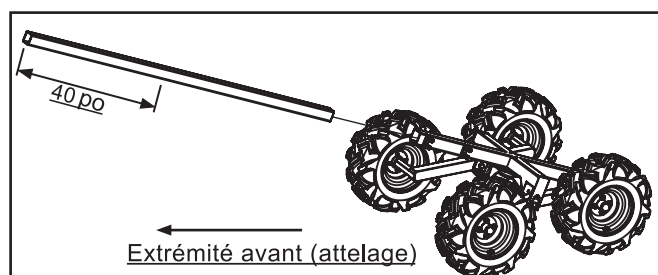

Fig. 8
Étape 9 : Installez le tube d'extension du châssis. Insérez le tube d'extension du châssis (17) dans le châssis principal à partir de l'extrémité avant (attelage) (fig. 8). Les deux trous de passage de l'ensemble attelage pivotant (15) doivent être verticaux. À l'aide d'un ruban à mesurer, insérez le tube d'extension du châssis (17) de manière à ce que la distance entre son extrémité et l'extrémité du châssis principal (1) soit de 100 cm (40 po). Dévissez les contre-écrous des boulons M12x50 mm du châssis principal, serrez les boulons, puis bloquez les boulons en place à l'aide des contre-écrous.